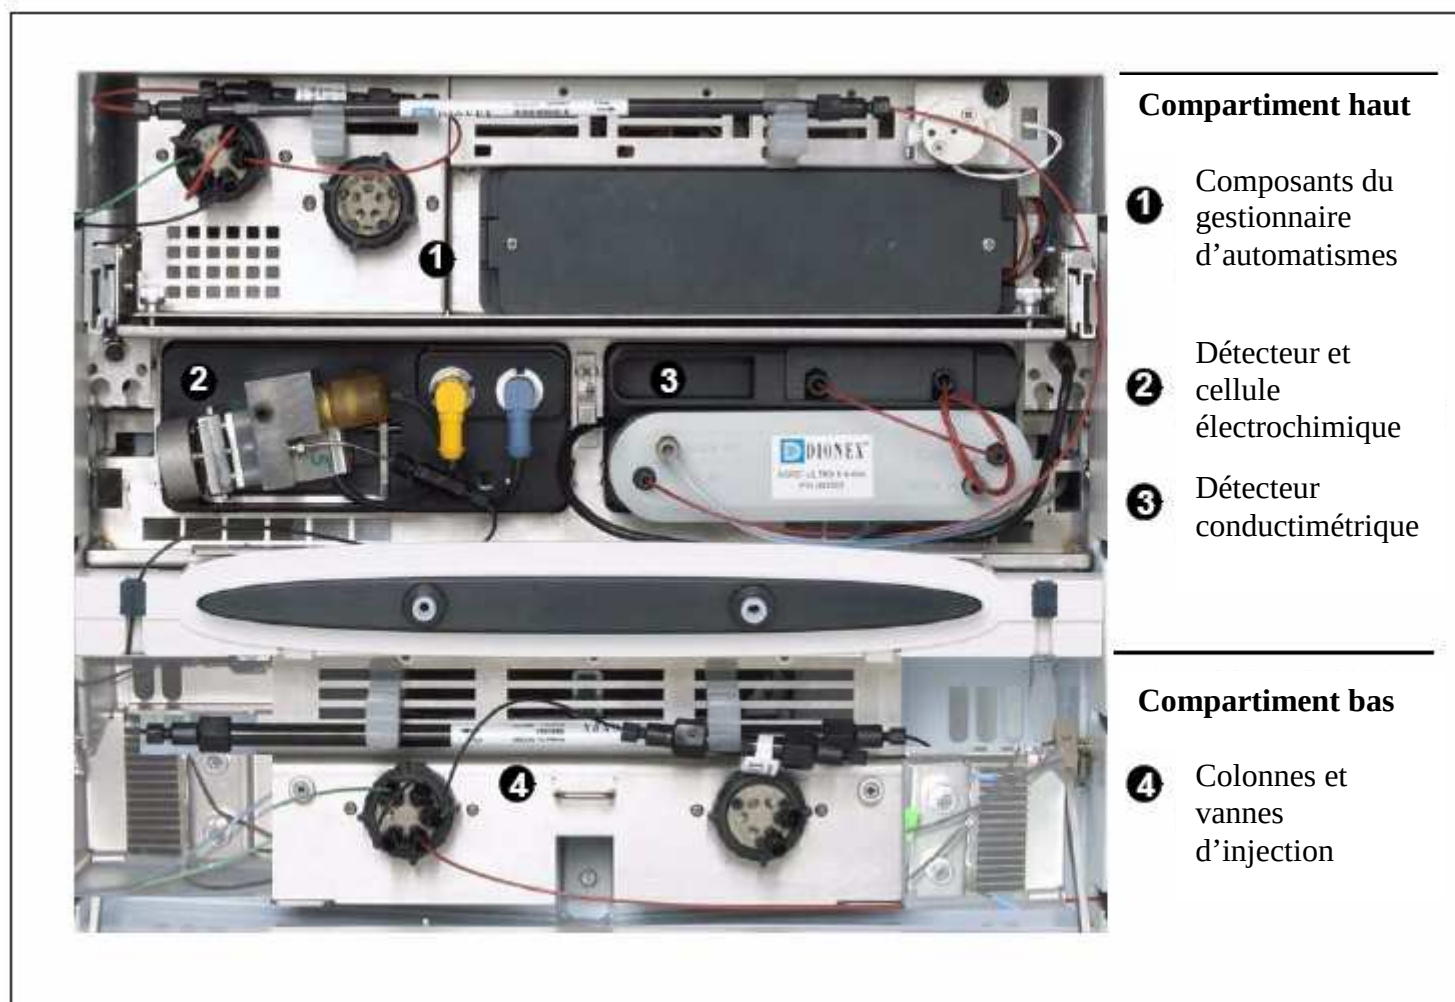

Figure 2.13. Exemple de vue de l'intérieur du DC.
La figure 2.13 illustre les compartiments internes du module DC.
Un ou deux détecteurs de conductivité ICS-3000 (CD) peuvent être installés dans le DC. Chaque détecteur de conductivité comprend une cellule de conductivité thermostatée et l'électronique nécessaire pour collecter les données de conductivité et les transmettre à l'ordinateur ou à la sortie analogique (si installée). Un supprimeur (en option) peut être monté sur les pattes situées sur la partie basse du CD. La cellule et le supprimeur sont installés dans le compartiment haut du DC (voir figure 2.13). L'électronique du détecteur n'est pas accessible pour les utilisateurs.